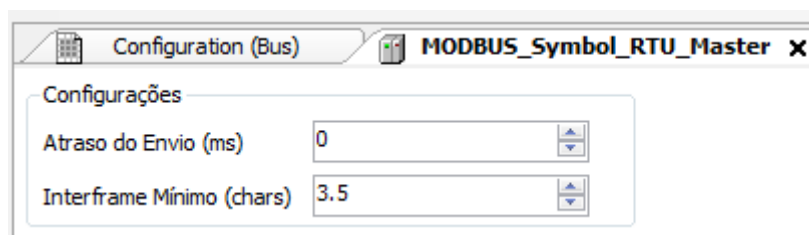

Figura 84: Tela de Configuração Parâmetros Gerais MODBUS RTU Mestre
- Configurar os parâmetros gerais do protocolo MODBUS Mestre, como: tempos de atraso de envio e interframe mínimo como na Figura 84.